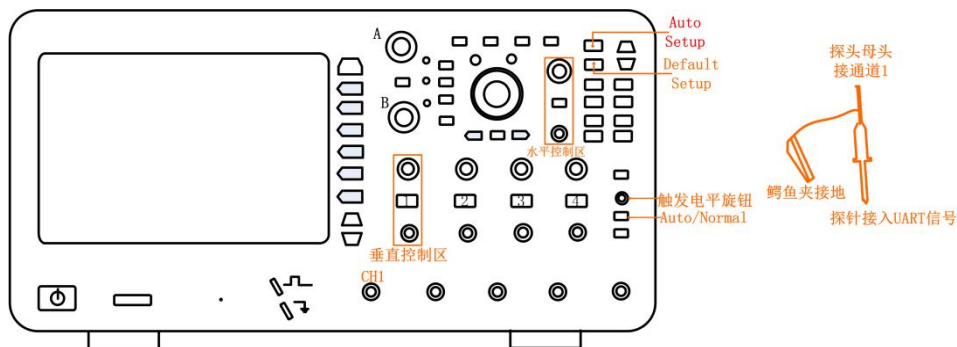

图 10-6 UART 协议连接线路
- 1、在通道 1 中接入 UART 协议，其中探头 BNC 接口接通道 1，探钩接 UART 协议 (TXD)，鳄鱼夹接地，如图 10-6 所示；